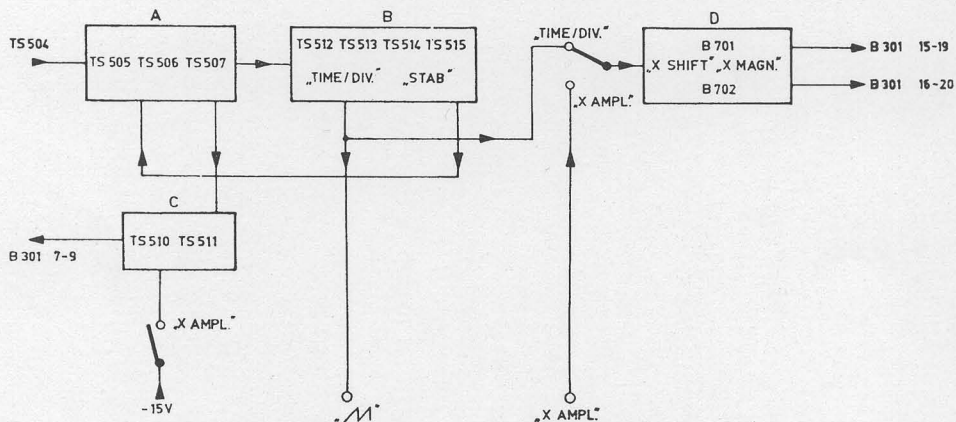

Fig. 9. Blokschema - Tijdbasisgenerator en X-versterker
### Schmitt-trigger (eenheid A in fig. 9)
**Bootstrap-integrator (eenheid B in fig. 9)**
### Afbuiging (eenheid C in fig. 9)
#### X-versterker (eenheid D in fig. 9)